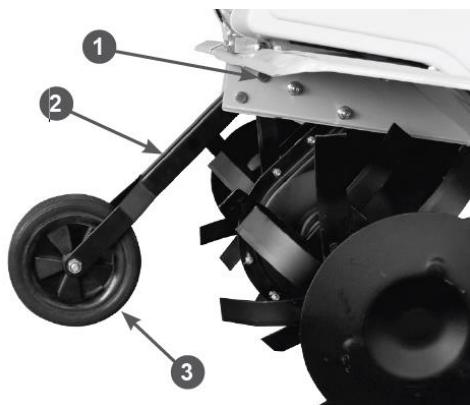

Рис. 8 Установка кронштейна
8. Установите кронштейн поз.2 с транспортировочным колесом поз.3 и закрепите его с помощью двух пальцев поз.1 и двух шплинтов (Рис. 8).